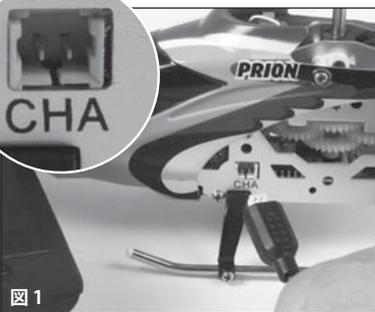

図 1
- 充電ケーブルを注意深くヘリコプターの充電ソケットに差しこみます(図1)。ケーブルはスムーズにチャージソケットに差し込めるようであればなりません。無理に力を入れて差し込まないでください。充電ソケットにケーブルが正しく差し込まなかった場合、ヘリコプターが故障したり、場合によっては怪我の危険性があります。
スロットルスティック(コントローラの左のレバー)はスイッチを入れる前に、必ず下向きになっていることを確認してください。その後コントローラのコントロールスイッチをONにすると(図1)パワーLEDが赤に点灯します。